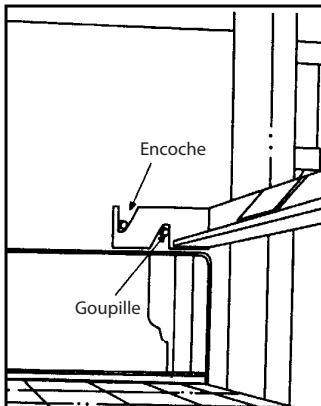

Figure 2
8. Tourner les ferrures de doigt jusqu'à ce que les encoches dans les ferrures reposent sur les goupilles de retenue. (Voir **Figure 2**.)